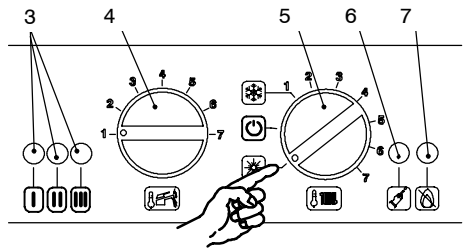
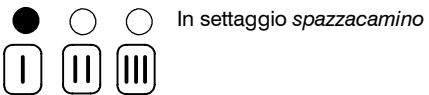
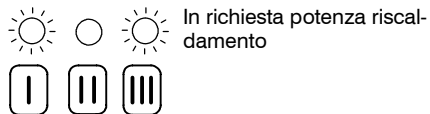

fig. 9.7
fig. 9.8
fig. 9.9
- 1 Alimentare elettricamente la caldaia azionando l'interruttore bipolare previsto nella installazione; la lampada di segnalazione 3 in fig. 9.7 lampeggia ogni 4 secondi.
- 2 Posizionare il selettore 5 come indicato in fig. 9.7; la lampada di segnalazione 3 lampeggia ad intermittenza circa ogni 2 secondi.
- 5 Tenere premuto il pulsante di ripristino 6 in fig. 9.7 per circa 10 secondi, la lampada di blocco 7 in fig. 9.7 inizierà a lampeggiare.
- 6 Per settare la funzione *spazzacamino* le spie di segnalazione 3 in fig. 9.7 devono essere visualizzate come in fig. 9.8 (leggenda spie fig. 9.5)
- 7 Ripremere il pulsante di ripristino 6 in fig. 9.7 per circa 5 secondi, la lampada di blocco 7 in fig. 9.7 si spegne, mentre le spie di segnalazione 3 in fig. 9.7 lampeggiano in maniera richiesta potenza riscaldamento fig. 9.9